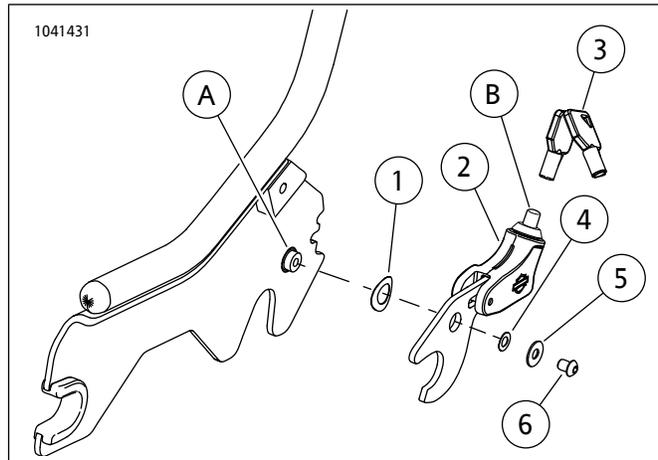

图2。维修零件：可拆卸式带锁锁扣套件
参阅图2和表1。
1. 参见图2。从可拆卸式附件拆下右侧锁扣。